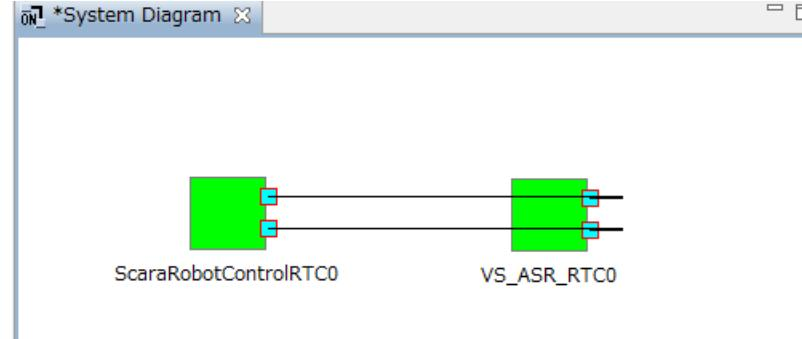
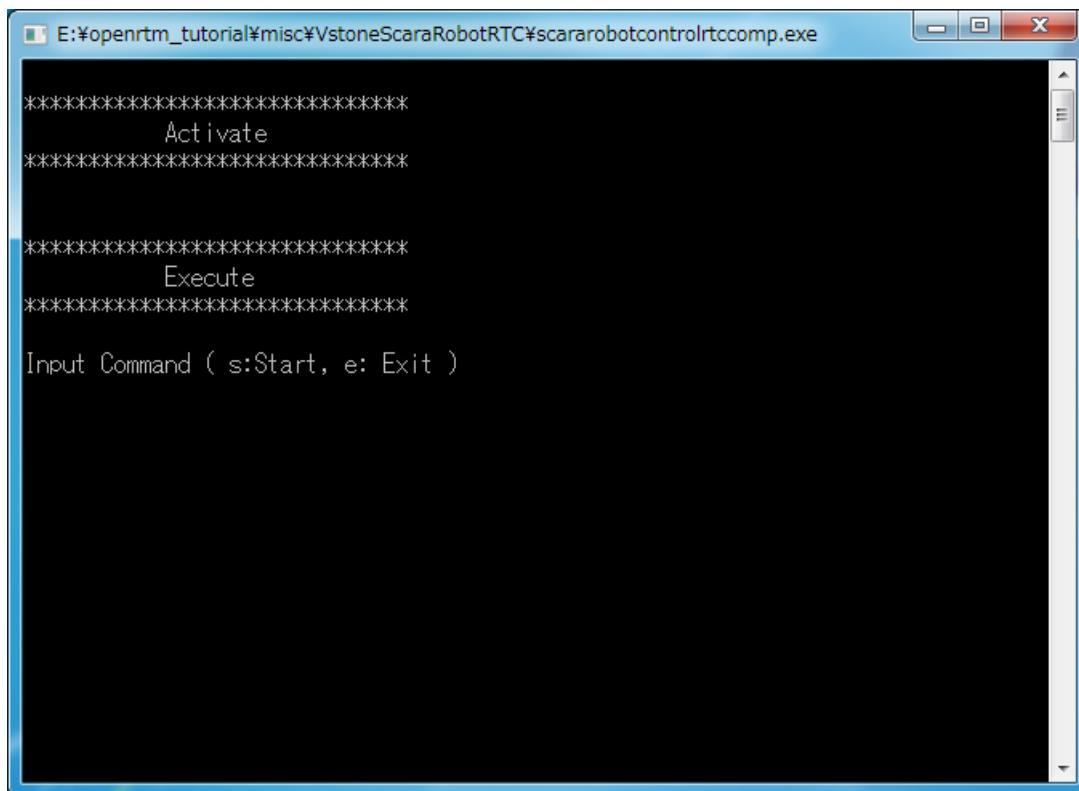

図 10 All Activate 後の System Diagram
図 12 Activate 後の ScaraRobotControlRTC
12) VS_ASR_RTC および ScaraRobotControlRTC が正常に Activate されると、System Diagram および各 RTC は、図 10 から図 12 に示す状態となります。